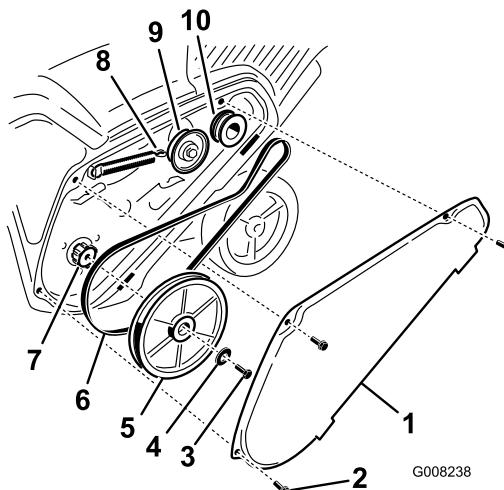

Figure 38
1. Enlevez le couvercle de la courroie d'entraînement après avoir retiré les 3 boulons comme illustré (Figure 38).
2. Décrochez le ressort de frein du bras de la poulie de tension pour détendre la courroie (Figure 38).
3. Enlevez la vis et la rondelle bombée qui retiennent la poulie de rotor (Figure 38).
4. Retirez la poulie de rotor et la courroie d'entraînement (Figure 38).
Remarque: Acheminez la courroie neuve autour de la poulie du moteur, puis de la poulie de tension, et enfin autour de la poulie de rotor desserrée, située juste au-dessus de l'arbre de rotor (Figure 38).
6. Montez la poulie de rotor sur l'arbre de rotor (Figure 38).
7. Montez la rondelle bombée et le boulon de fixation de la poulie de rotor, et serrez-les solidement (Figure 38).